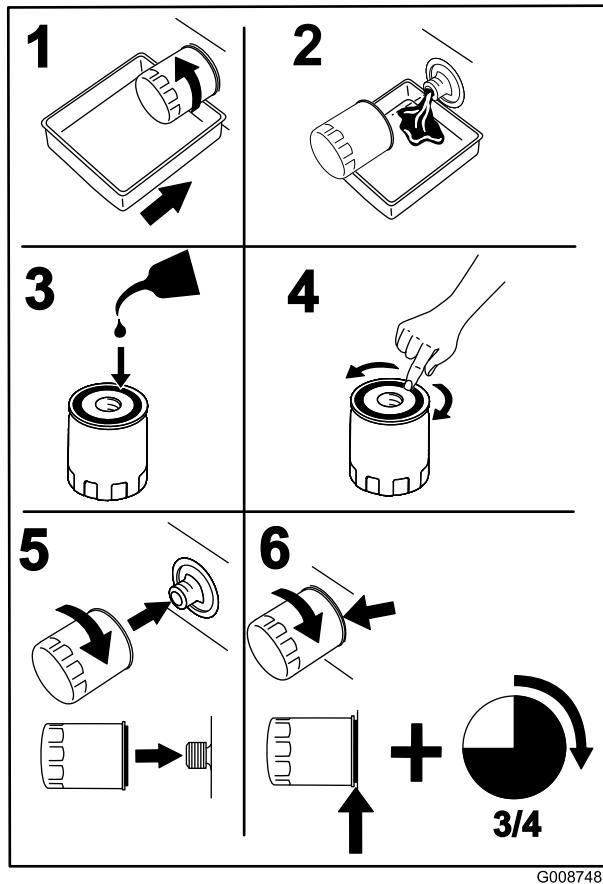

Figura 40
2. Cambie el filtro de aceite del motor (Figura 40).